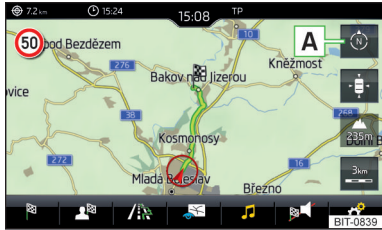

Fig. 170
► Pentru **modificarea orientării hărții** atingeți în meniul principal *Navigație* suprafața de comandă funcții → » fig. 170.